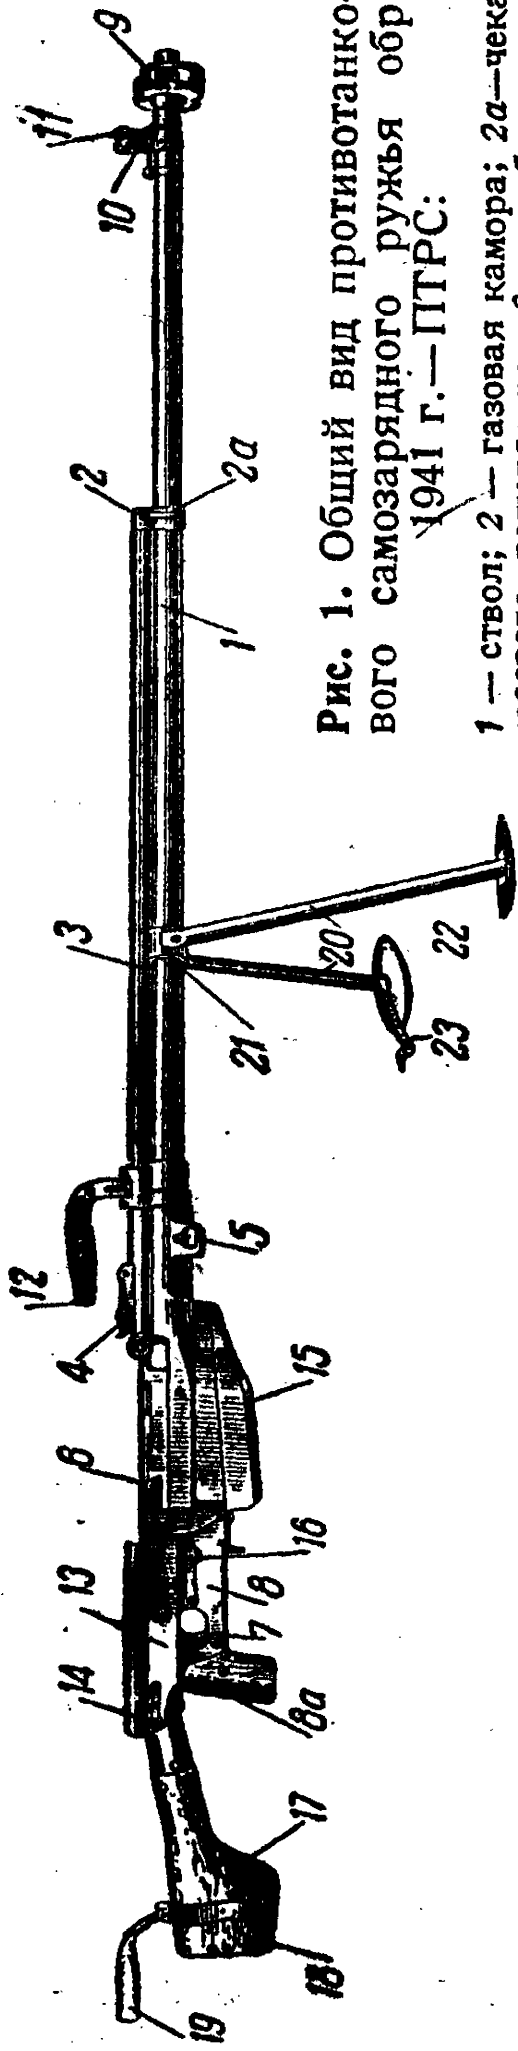
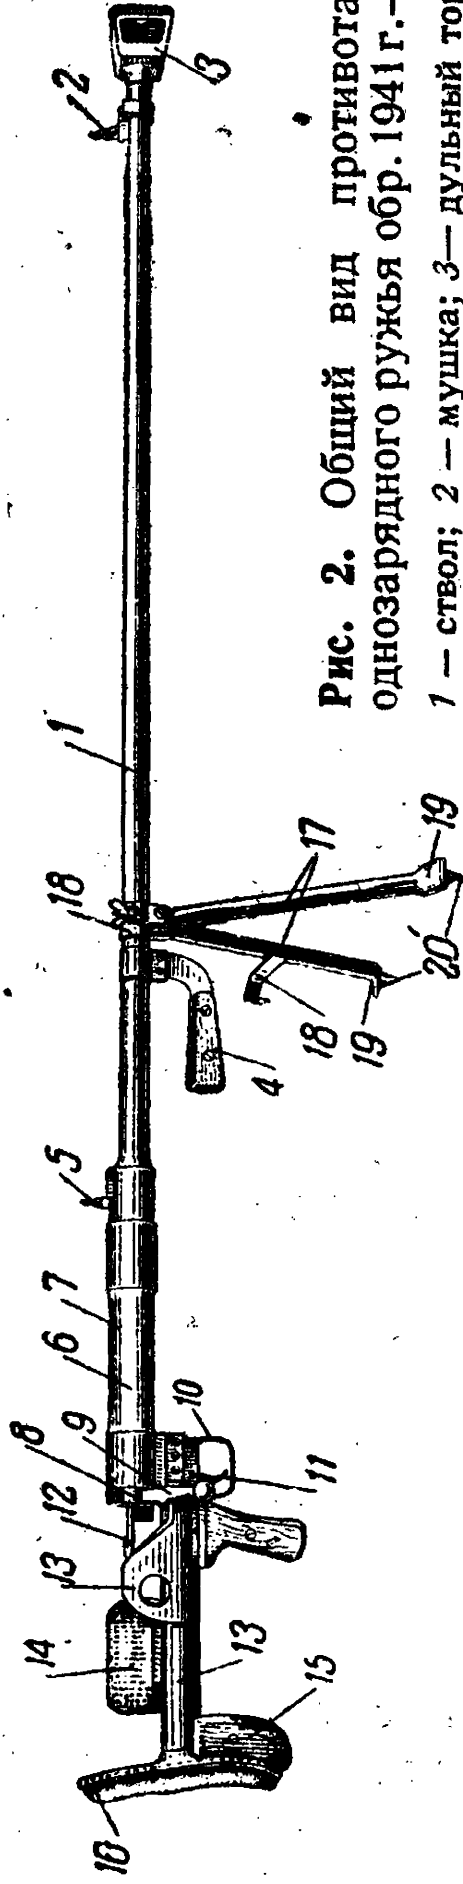

Рис. 1. Общий вид противотанкового самозарядного ружья обр. 1941 г.—ПТРС:
Рис. 2. Общий вид противотанкового однозарядного ружья обр. 1941 г.—ПТРД:
1. Противотанковое самозарядное ружье обр. 1941 г. системы Симонова—ПТРС (рис. 1) и противотанковое однозарядное ружье обр. 1941 г. системы Дегтярева — ПТРД (рис. 2) служат для борьбы со средними и легкими танками и бронемашинами противника на расстояниях до 500 м. В отдельных случаях по приказанию командира взвода ружья могут быть применены для стрельбы по огневым точкам и самолетам противника.
11. Прицел секторный (см. рис. 1) служит для стрельбы на различные расстояния. Он состоит из основания прицела, прицельной планки, хомутика и пружины.